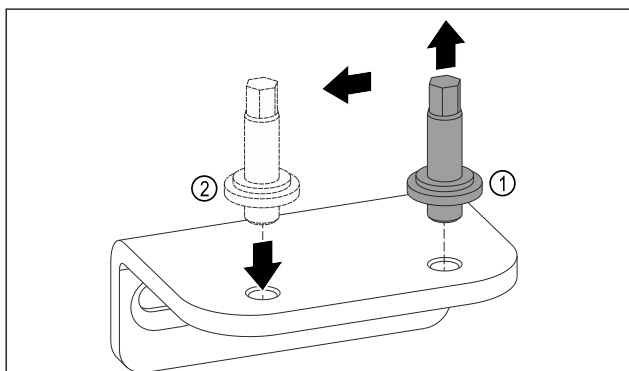

Fig. 11
- Svitare il perno del blocco inferiore di supporto con una chiave a esagono SW5. Fig. 11 (1)
- Inserire il perno sul lato opposto. Fig. 11 (2)